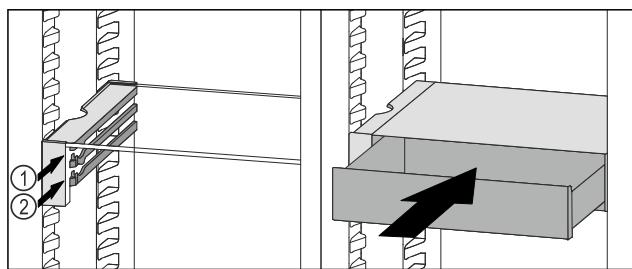

Fig. 43
- Установите выдвижной ящик VarioSafe за стопоры на требуемый выступ Fig. 43 (1) или Fig. 43 (2).